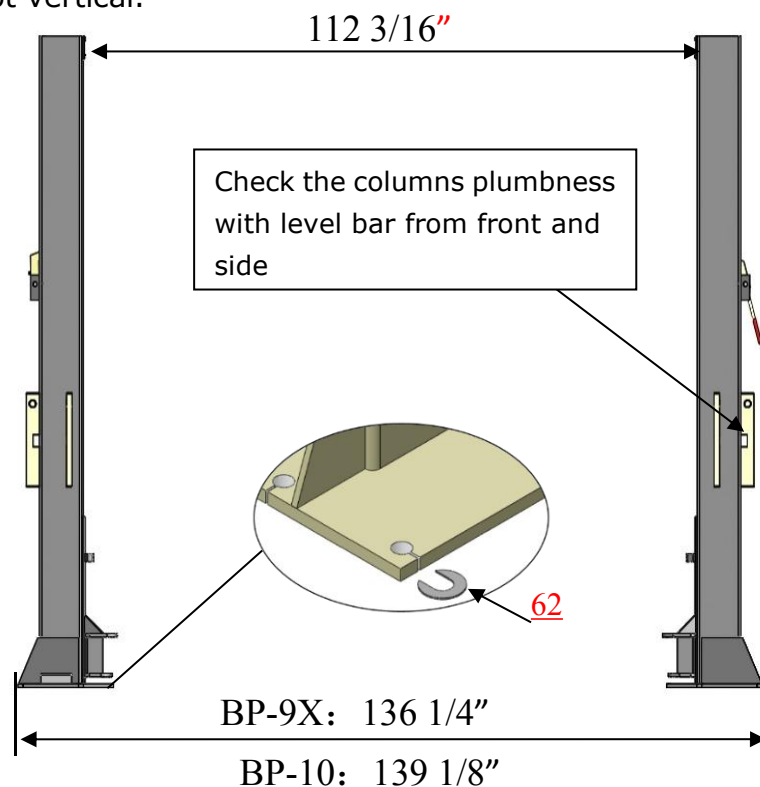

Fig. 15
E. Position columns (See Fig. 15)